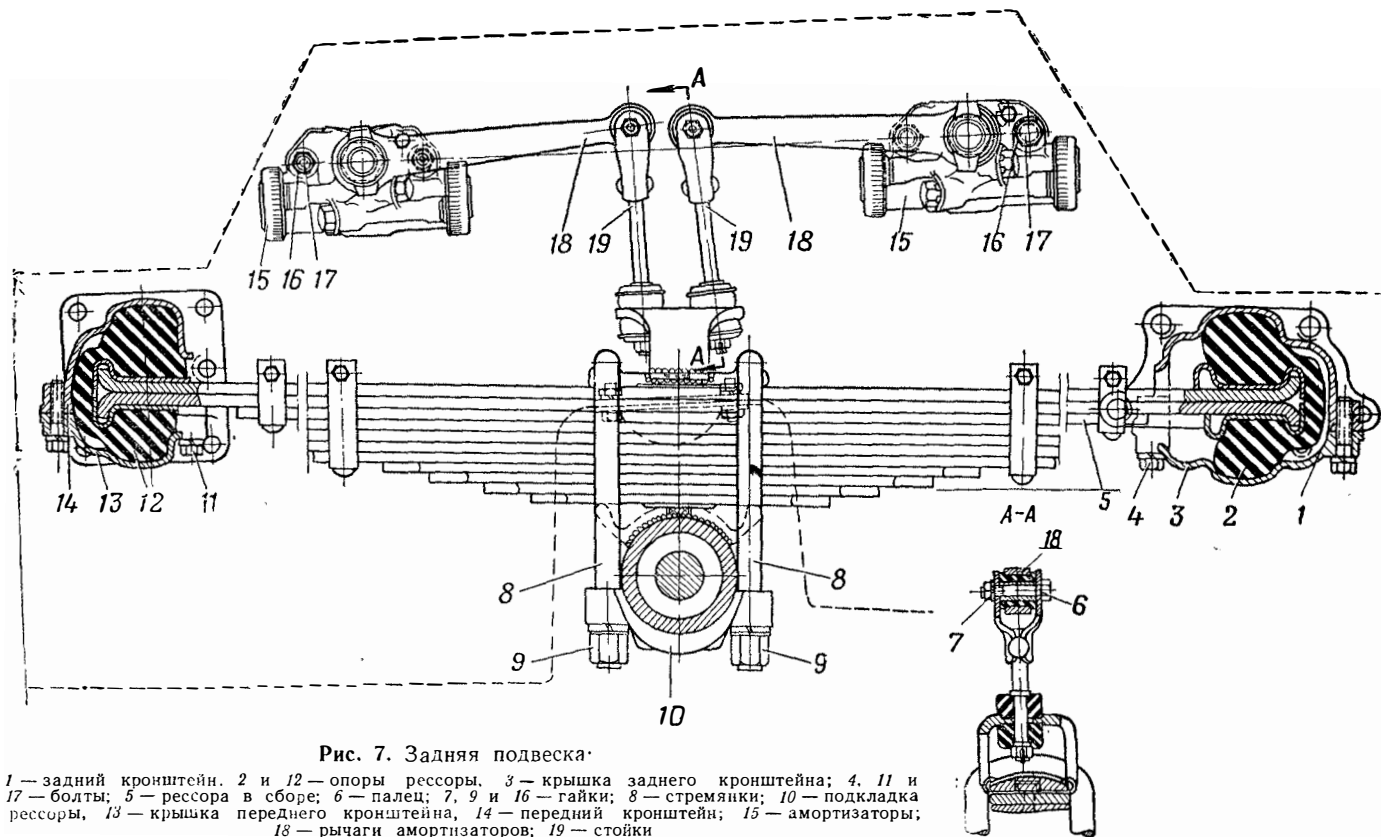

Рис. 7. Задняя подвеска.
4. Установить домкрат под кожух заднего моста на стороне снимаемой рессоры 5 (рис. 7) и разгрузить рессору.
1. Установить рессору 5 (рис. 7) на кожух заднего моста и опоры 2 и 12 на рессору.